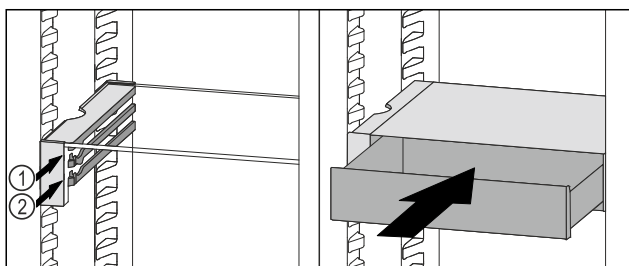

Fig. 143
- Nasaďte zásuvku VarioSafe za zářáčky na požadovaném žebříku Fig. 143 (1) nebo Fig. 143 (2).